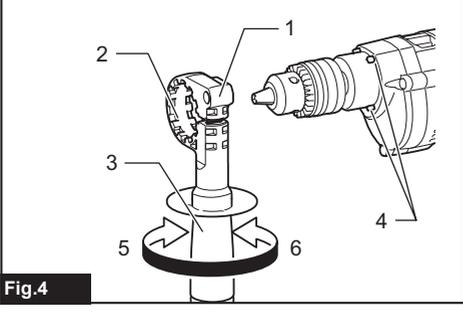

Fig.4
► **Fig. 4:** 1. Base impugnatura 2. Denti 3. Impugnatura laterale (manico ausiliario) 4. Sporgenza 5. Allentare 6. Serrare